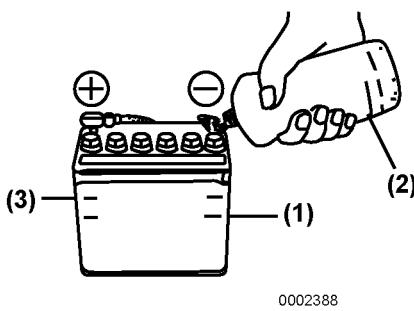

Figura 3
4. Se la quantità risulta inferiore al livello minimo (**Figura 3, (1)**), rabboccare con acqua distillata (**Figura 3, (2)**) (disponibile localmente) e rabboccare fino al limite superiore (**Figura 3, (3)**) contrassegnato sulla batteria